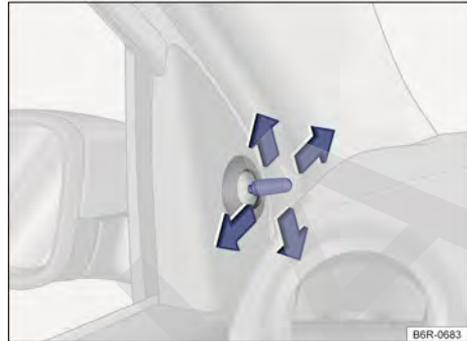

Fig. 80 En las puertas delanteras: mando de ajuste de los espejos retrovisores externos mecánicos.
- Mover el botón de ajuste en el revestimiento de las puertas delanteras → **fig. 80**.